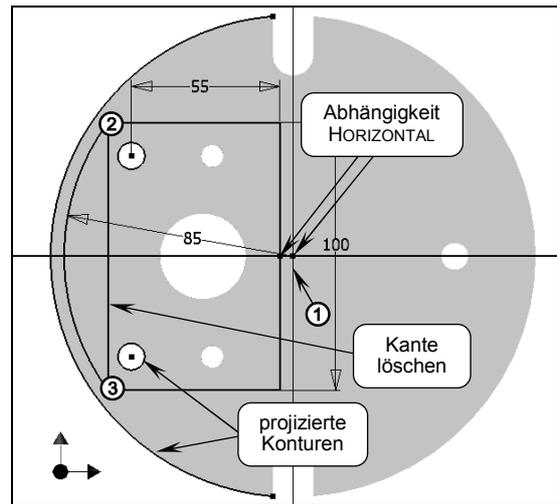

Abb. 23 Die 1. Skizze (Punkt 4)
Projizieren Sie die linke Außenkante der Grundplatte sowie die beiden Bohrungen **Ø10** (vgl. Abb. 23). Zeichnen Sie außerdem ein **Rechteck**, und vergeben Sie zwischen einer Seitenmitte und dem projizierten Zentrum die Abhängigkeit **HORIZONTAL**. Ergänzen Sie die Kontur mit einem Bogen (Werkzeug **Bogen durch Mittelpunkt**; die Punkte von ① nach ③ eingeben).